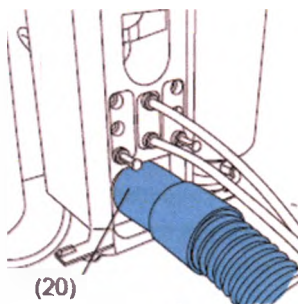

Рис. 33
5. Подключение к устройству отсоса (рис.33):
- Отсасывающий шланг устройства отсоса насадить на трубу (20).